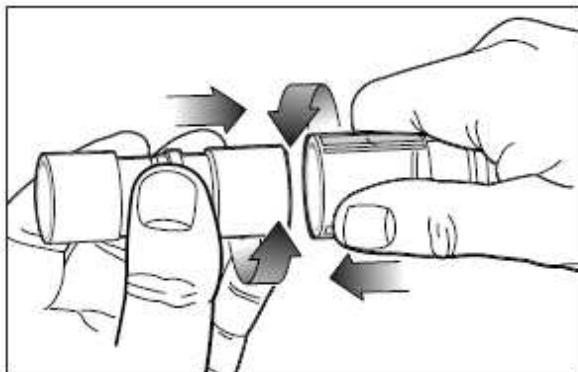

Figure 1.
Fixez les branches du système respiratoire aux orifices inspiratoires et expiratoires du ventilateur ou de l'appareil d'anesthésie en poussant et en tournant (fig. 1).
3. Branchez/Débranchez les raccords coniques du système respiratoire au raccord conique du ventilateur et/ou de l'appareil respiratoire en poussant dessus tout en les faisant tourner (fig.1).